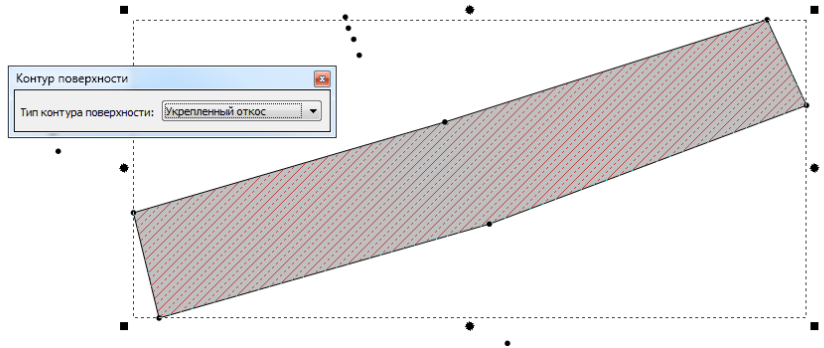

рис. 17
1) Перед построением необходимо создать контур поверхности (рис. 17).